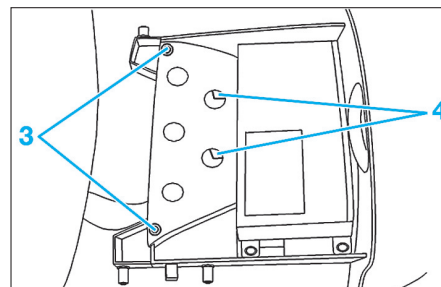

Fig. 16
- déposer les fixations (2),
**Pour les véhicules équipés de l'option autoradio amplifié (Fig.16)**
- déposer la plaque de protection maintenue par rivets (3),
- débrancher les connecteurs (4) protégés par la plaque de l'amplificateur,
#### Pour les véhicules équipés de l'option autoradio amplifié (Fig.16)